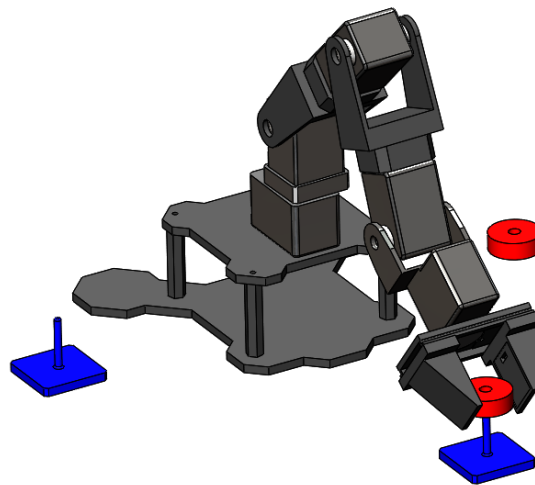

Figura 3: Ejemplo proceso de recogida y desplazamiento de piezas usando robot PhantomX.
- Programe una secuencia simple de movimiento para su robot, se busca una trayectoria de *pick and place* donde el robot se mueva entre 5 puntos básicos punto de aproximación (1), punto de recogida del material (2), punto elevación (3), punto desplazamiento (4) y punto de entrega de material (5). Ver figura 3. Queda a libertad de los estudiantes definir la posición de estos puntos (escoger a su criterio, el fin es demostrativo).